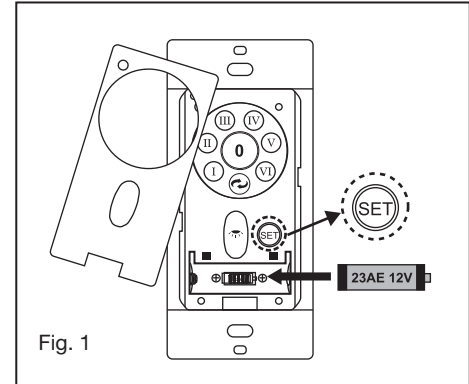

Fig. 1
- 1 Insérez le récepteur dans le haut du boîtier du ventilateur. (Fig. 1) Pour de meilleures performances, assurez-vous que l'antenne noire, à l'extrémité du récepteur, reste déployée et ne s'emmêle avec aucun des fils électriques.
- 1 Retirez la plaque murale existante et l'ancien interrupteur du boîtier de prise murale. (Fig. 1)
- 5** Bouton de réglage du code "SET": Suivez les étapes ci-dessous pour utiliser le bouton de réglage. (Fig. 1)